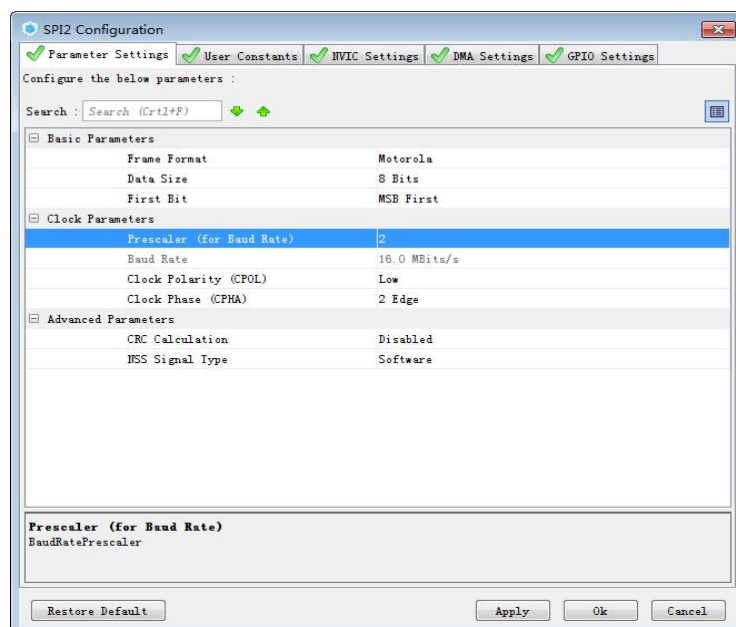

图 8.3.3 SPI 选项卡
②点击 Configuration->SPI 进入 SPI 配置界面配置方法如下图 8.3.3 所示: